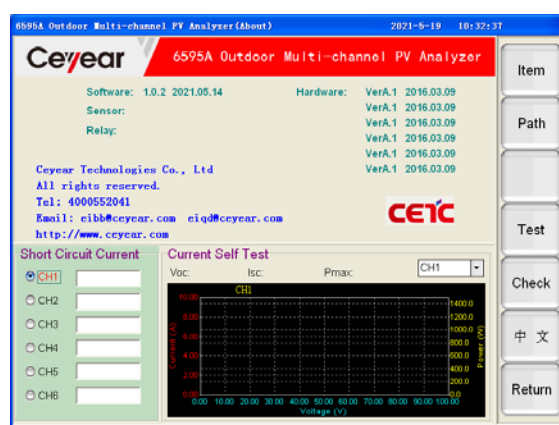

图 5-27 系统页面（英文）窗口示意图
- **【English】**：此时按下此菜单项对应的按键后，界面语言将变为英文，如图 5-27 所示，同时此菜单项名称变为**【中文】**。再按下此菜单项对应按键后，界面语言变为中文，如图 5-26 所示，同时菜单项名称变为**【English】**。